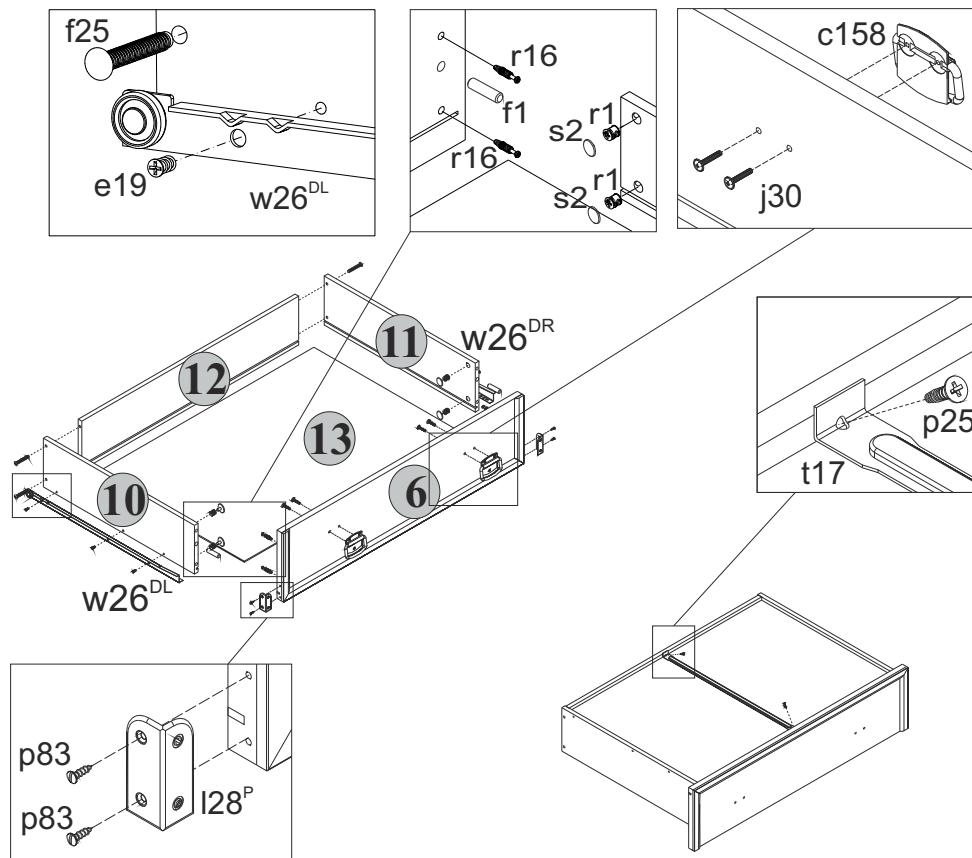

Рис. 3
5.15 В отверстия диаметром **8 мм** на передних кромках стенок боковых **10** и **11** корпусов выдвижных ящиков вбить деревянные шканты **f1** (**см.рис.3**).
5.16 В отверстия диаметром **15 мм** на внутренних поверхностях стенок боковых **10** и **11** корпусов выдвижных ящиков вставить стяжки эксцентриковые **r1** (**см.рис.3**).
5.17 В отверстия диаметром **5 мм** на внутренних поверхностях панелей передних **6** и **7** ящиков выдвижных с помощью крестообразной отвертки вкрутить винты стяжки **r16** (**см.рис.3**).
5.19 Соединить панель переднюю **6** с корпусом ящика выдвижного и затянуть стяжки эксцентриковые **r1**, пользуясь специальным ключом **z1**. Закрыть стяжки эксцентриковые заглушками **s2** (**см.рис.3**).